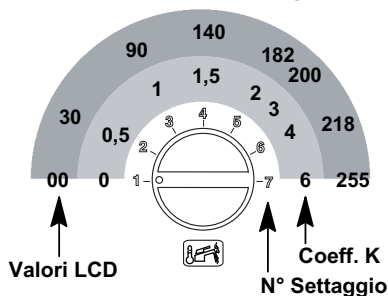

Fig. 5.40
- Impostare il valore ruotando la manopola in Fig. 5.40 da un minimo di **30** (la sequenza **P15** si alterna **30**)